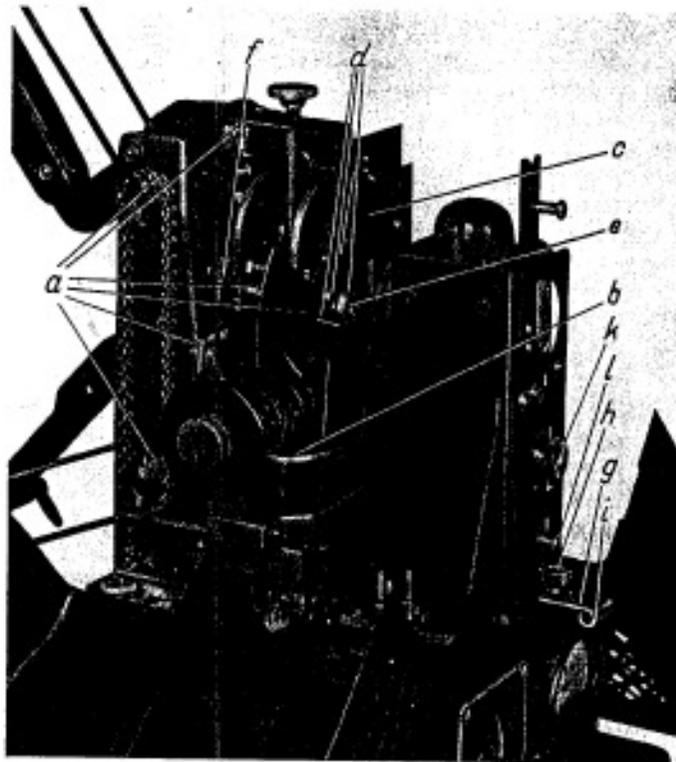

Bild 14. Getriebeansicht des Projektors, Widerstandsseite (Widerstand herausgenommen).
Kein Öl an die Linsen, in den Bildkanal, an die Friktionsscheibe (b in Bild 14) oder die Transportorgane bringen! Nicht zuviel ölen! Nach dem Ölen Projektor einige Minuten ohne Film laufen lassen und abgespritztes Öl sauber wegwischen.
Beim Auswechseln der Blende Seitenteile des Gehäuses (e und f in Bild 4 und 5) herunterklappen, Schutzgehäuse (a) abnehmen, Widerstand (d) herausnehmen, dann Sechskantmutter (e in Bild 14) lösen. Blende paßt nur in einer Stellung und Richtung; Stellung wird durch Stifte (d) festgelegt.
Lockerung der Befestigungsschrauben des die Blende antreibenden Schraubenrades (f in Bild 14).
2. Beide Madenschrauben, mit denen das Schraubenrad (f in Bild 14) auf seiner Achse befestigt ist (Madenschrauben sind in Bild 14 nicht sichtbar), lösen und Blende (c) leicht verdrehen:
wenn Blende vorlief:	} von hinten gesehen, wie in Bild 14.
wenn Blende nachlief:	} von hinten gesehen, wie in Bild 14.
Schraube (h in Bild 14), die den verschiebbaren Fuß (g) mit der Lampenfassung festhält, lockern und Fuß am Handgriff (i) nach vor- oder rückwärts oder seitlich verschieben. Rändelmutter (k) lösen und Lampenfassung mit Handgriff (l) nach auf- oder abwärts verschieben. Zum Prüfen der Einstellung bei eingeschaltetem Projektor Lupe oder zweites Objektiv vor Apparatobjektiv halten, oder Apparatobjektiv weit aus der Fassung herausziehen. Dadurch werden auf dem Bildschirm die Wendelbilder und dazwischen die vom Hohlspiegel entworfenen Spiegelbilder der Wendeln sichtbar. Die richtige Einstellung ist dann erreicht, wenn auf dem Bildschirm die Spiegelbilder der Wendeln in gleichmäßigen Zwischenräumen zwischen den Wendelbildern liegen. Wendelbilder wie Spiegelbilder erscheinen nicht gestochen scharf, sondern gleichmäßig weich gezeichnet. Sie stehen dabei nicht senkrecht, sondern sind, von der Mitte des Bildes aus betrachtet, nach rechts und links durchgebogen (tonnenförmig verzeichnet). Diese Verzeichnung ist im Interesse einer bestmöglichen Ausleuchtung erforderlich.